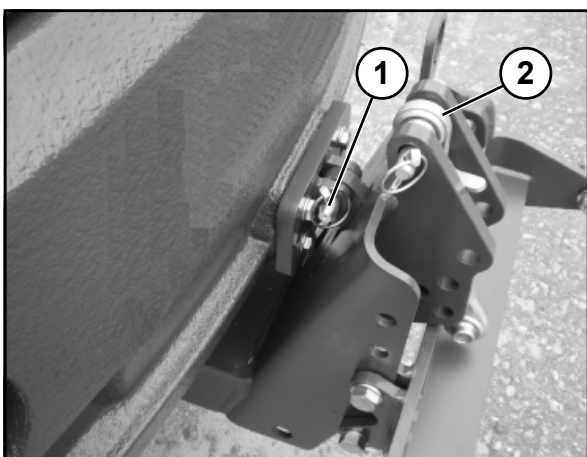

Bild 6-6
(3) Heckanbauplatte so auf den Stapelvorsatz ablegen und von hinten unter das Fahrwerk verfahren, dass die Heckanbauplatte mit der Aufnahme am Fahrwerk durch Einschieben des Bolzens (6-5/Pfeil) verbunden werden kann. Bolzen mit Klappsplint sichern.
(4) Querlenker (6-6/2), wie in Bild 6-6 zu sehen, nach hinten umlegen.
(5) Heckanbauplate durch An-/Abkip- und Hubbewegungen des Staplervorsatzes so positionieren, dass der Bolzen in die Aufnahmebohrung der Anbauplate der Rangier- und Abschleppkupplung gesteckt werden kann (6-6/1). Bolzen mit Klappsplint sichern.